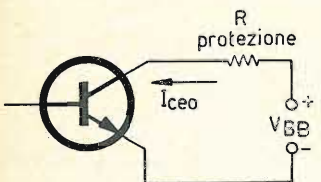

figura 4
4) Misura di I_{cco} : si ottiene il montaggio di figura 4.